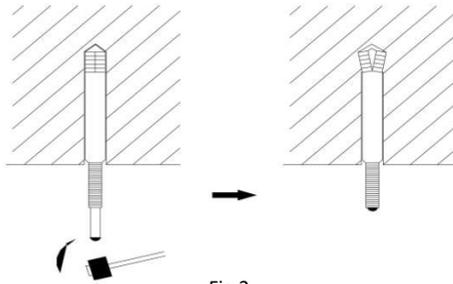

Fig.3
- 1) Insira o parafuso de expansão M10 no orifício e, em seguida, bata o prego no parafuso. Consulte os desenhos de dimensões gerais da unidade interior para saber a distância entre os furos e veja a Fig.3 para a instalação do parafuso de expansão.